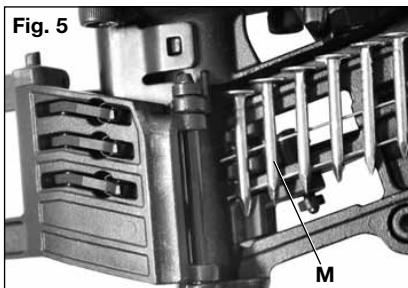

Fig. 5
- Introduzca el primer clavo en la boca y el segundo (M) entre los dos rieles de los seguros de alimentación, como se muestra en la Fig. 5.